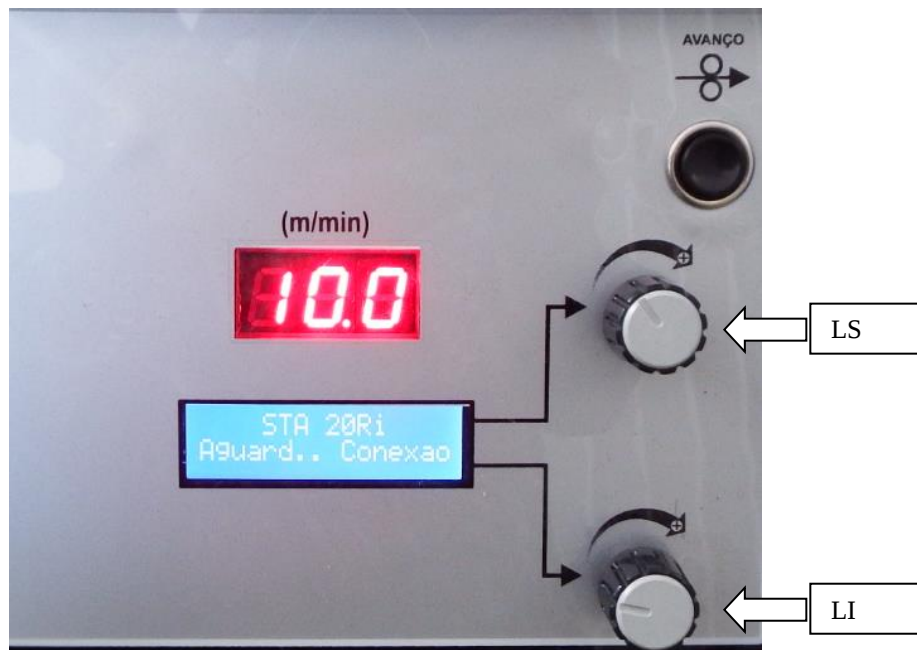

Figura 10.1 – Painel do Alimentador de arame.
O mesmo possui dois displays (figura 10.1), um que mostra a velocidade de arame que está sendo enviada pela fonte, e um display de LCD, com a opção de se ajustar duas variáveis de soldagem. As variáveis são pré-definidas de fábrica. Porém, nos processos com mais de duas variáveis de soldagem, o operador pode modificar a variável que será modificada por cada botão (ver item 3.6.1), através da opção **BOTAO EXTERNO** menu de **CONFIGURAR->GERAL** da fonte.